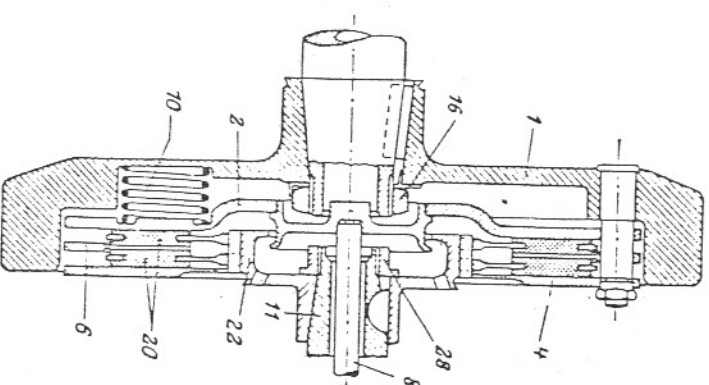

Abb. 14
10. Kupplung: Als Kupplung dient eine in Abb. 14 im Schnitt gezeigte Zweischreiben-Reibungskupplung. Der treibende Teil derselben ist das Schwungrad 1, das auf dem konischen Zapfen der Kurbelwelle sitzt und mittels Keil und Mutter 16 befestigt ist. Sechs in Vertiefungen des Schwungrades 1 und des Druckstellers 2 angeordnete Kupplungsstößern 10 pressen